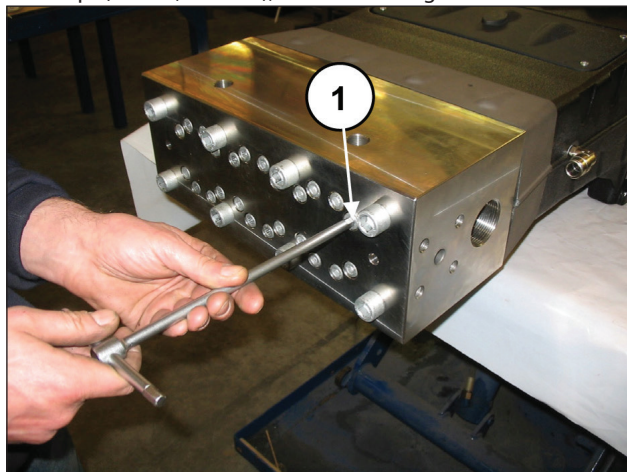

Abb. 96
Der Kopf bedarf keiner regelmäßigen Wartung. Die Arbeiten beschränken sich auf die Inspektion oder den Austausch der Ventile im Bedarfsfall. Verfahren Sie zur Abnahme der Ventilgruppen wie folgt: Lockern Sie die Befestigungsschrauben M10x140 von Buchsen und Kopf (Pos. ①, Abb. 96), um sie freizulegen.